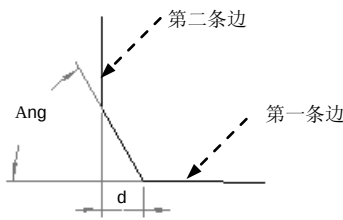

图 4.3.25 第四种创建方式
④ 在“类型”下拉列表中选择“角度 x D”选项，在“角”文本框中输入倒角角度 60，在“D”文本框中输入倒角尺寸 8，在“修剪造型”下拉列表中选择“完全修剪”选项，单击“确定”按钮。倒角结果如图 4.3.25 所示。